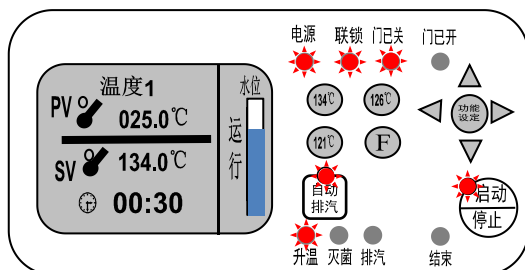

图 16
1. 闭合上盖，将门开关手柄扳至ⓐ位置，按下启动键，灭菌器进入升温运行状态（见图 16）